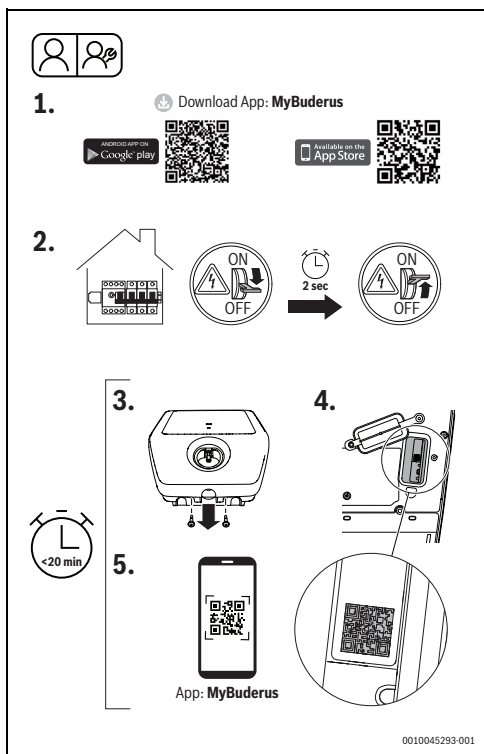

Fig. 115 MyBuderus
- ▶ Allentare le due viti del pannello anteriore (Fig. 115, passo [3]).